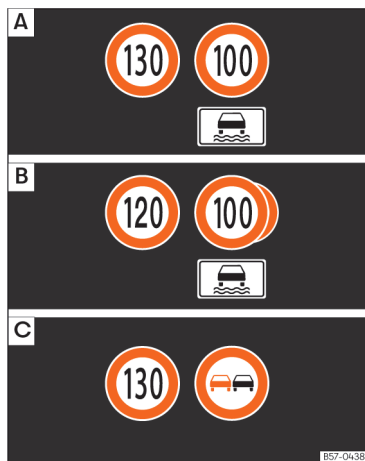

Рис. 13 Дисплей комбінації приладів: приклади розпізнаних знаків обмеження швидкості й заборони обгону з додатковими табличками.
Виявлені дорожні знаки можуть відображатися на дисплеї комбінації приладів >>> **рис. 13** і в мультимедійній системі (залежно від установленної навігаційної системи).
Після аналізу інформації від камери й навігаційної системи, а також поточних даних про рух автомобіля система виводить на дисплей до трьох дорожніх знаків  **рис. 13 [B]** з відповідними додатковими табличками.
- **Перша позиція:** На екрані ліворуч з'являється чинний на цей момент дорожній знак. Наприклад, обмеження швидкості до 130 км/год  **рис. 13 [A]**.
- **Третя позиція:** Частково відображається знак про заборону обгону. Якщо умовного обмеження швидкості немає і якщо є заборона обгону, то знак про заборону обгону відображається на другій позиції  **рис. 13 [C]**.